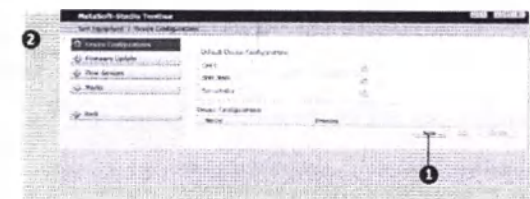

Рис. 22: Создание конфигурации устройства
- Откройте меню Test Equipment/Device Configurations (Настройка оборудования/Конфигурация устройства). Выберите [New] ❶ (Создать) (➤ рис. 22), после чего откроется меню создания новых устройств.
- ❗ **Примечание!** Вы можете скрыть полосу меню и, таким образом, развернуть изображение на весь экран, нажав на стрелку ❷ в верхнем левом углу.